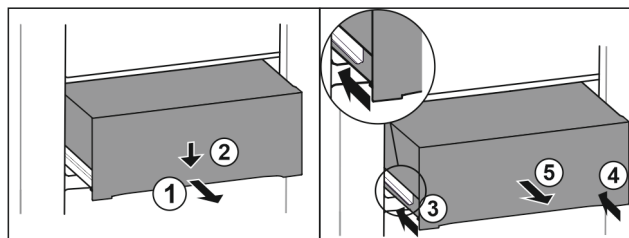

Fig. 125
- Izvucite ladicu na pola. Fig. 125 (1)
- Pritisnite ladicu naprijed prema dolje. Fig. 125 (2)
- Gurnite lijevu vodilicu za oko 2 cm. Fig. 125 (3)
- Gurnite desnu vodilicu za oko 2 cm. Fig. 125 (4)
- Izvadite ladicu prema naprijed. Fig. 125 (5)